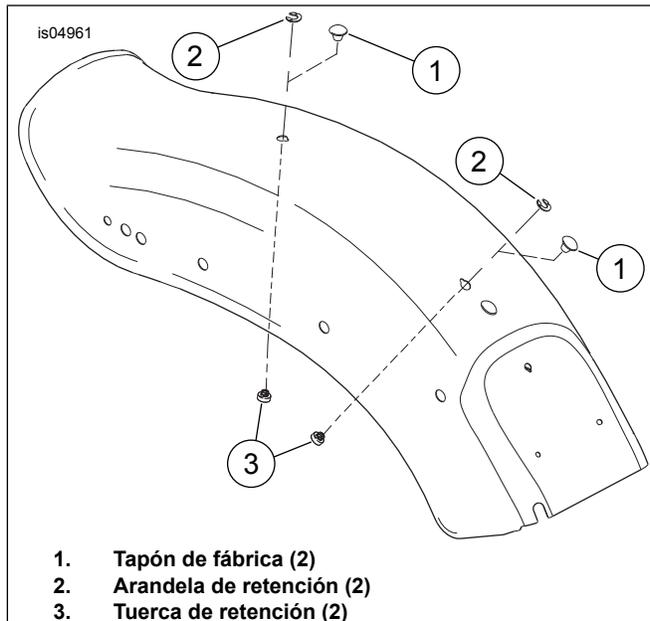

Figura 1. Extracción de los tapones e instalación de la tuerca de retención
2. Vea la Figura 1. Quite los dos tapones de fábrica (1) de la parte superior del guardabarros trasero.